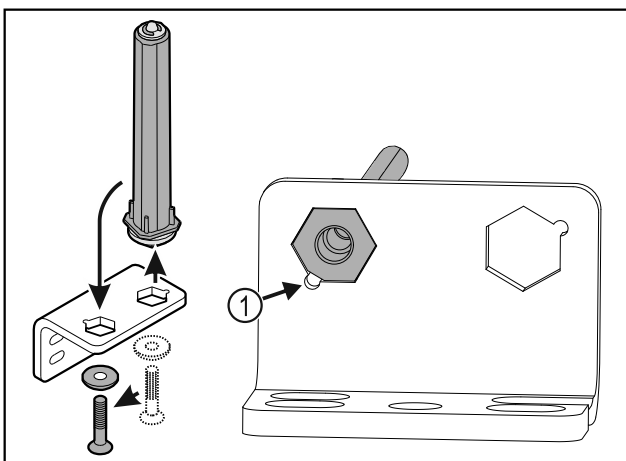

Fig. 32
- Darauf achten, dass beim Einsetzen die Bolzenabschrägung Fig. 32 (1) zum runden Loch zeigt.